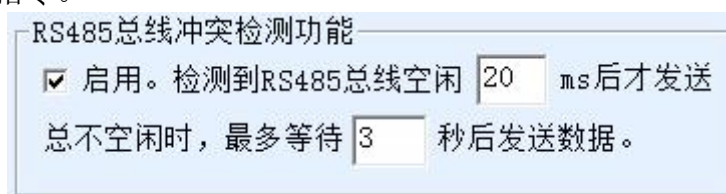

图 29 RS485 防冲突空闲时间
1. 图 29 所示为“RS485 总线防冲突时间”，一般可以设置为参数配置界面右下角的“数据包间隔”的两倍，但是最小不能小于 20。